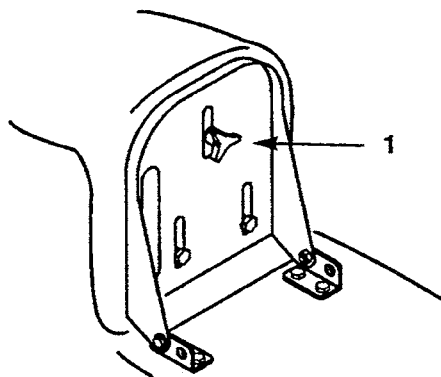

Figure 9
1. Soulever le siège et desserrer le bouton de réglage (Fig. 9).